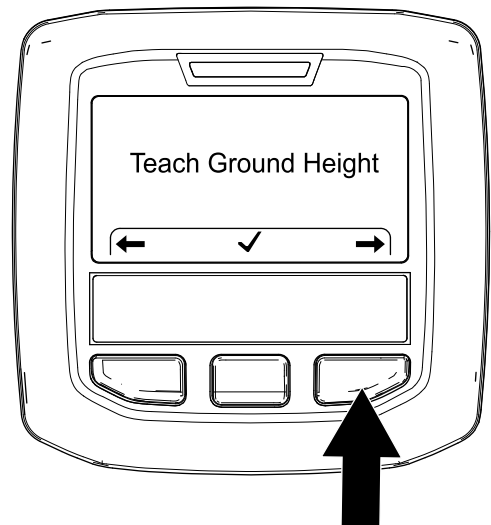

Bild 46
2. Drücken Sie die rechte InfoCenter-Taste zweimal, um den Bildschirm „Kalibrierung der Tines-Höhe über dem Boden“ anzuzeigen (Bild 46).